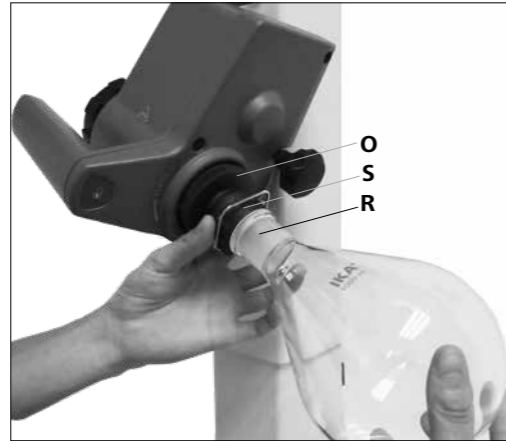

Fig.15a
- 베이퍼 튜브에 (R) 증발용 플라스크를 올려 놓습니다. (Fig.15a)